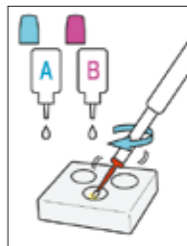
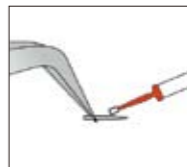

図15
図16
- ② ジーシー セラミックプライマー A 液、B 液を 5 秒間混和した後(図15)、ポスト全体に塗布し(図16)、エアーで乾燥します。